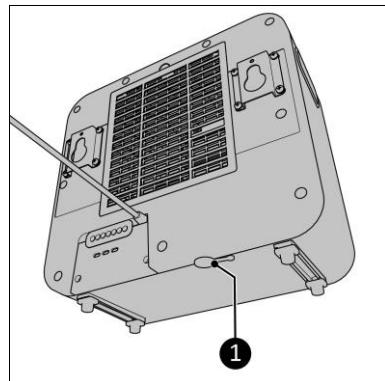

Abbildung 18
4. Der Wassersperrstopfen an der Unterseite des Innengeräts muss eingesteckt sein (Abbildung 18, Pos. 2).